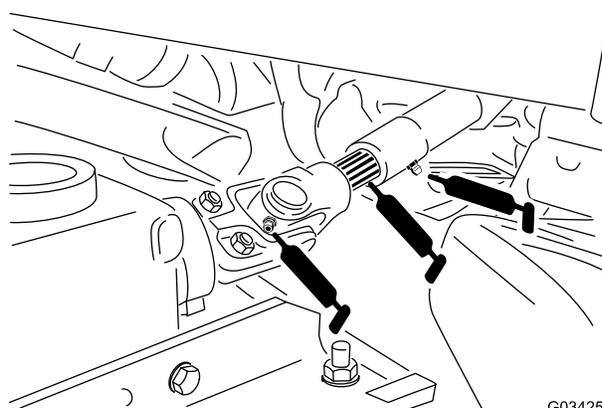

Bild 39
- Universelle Zapfwelle (Bild 39)